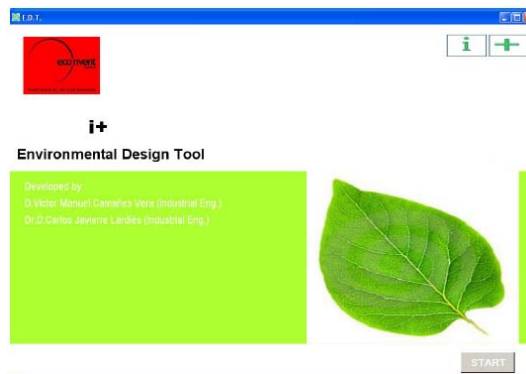

Figura 7.1.1 Portada EcoTool.
- 1) Se abre el directorio de programas para acceder a la aplicación. En la figura 7.1.1 se muestra su portada.